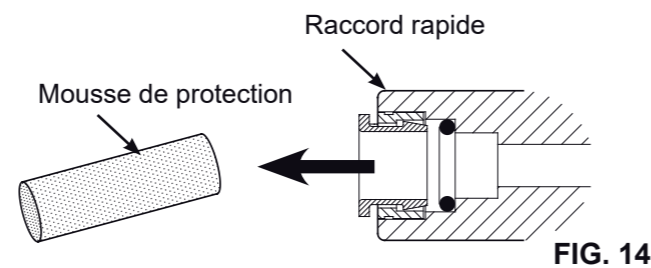

FIG. 14
**NOTE:** Retirer les mousses protectrices avant de connecter les tuyaux (Cf. Fig. 14). Jeter les mousses.